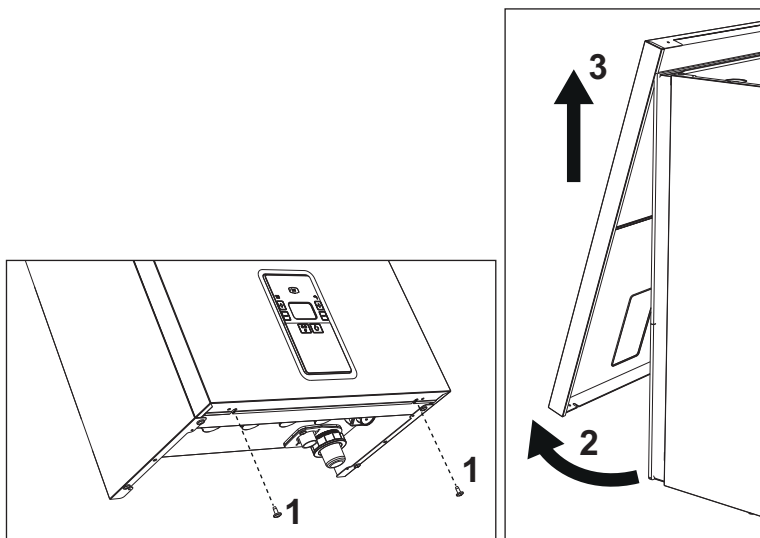

fig. 47- Apertura del panel frontal
- 1.Desenrosque los tornillos "1" (véase fig. 47).